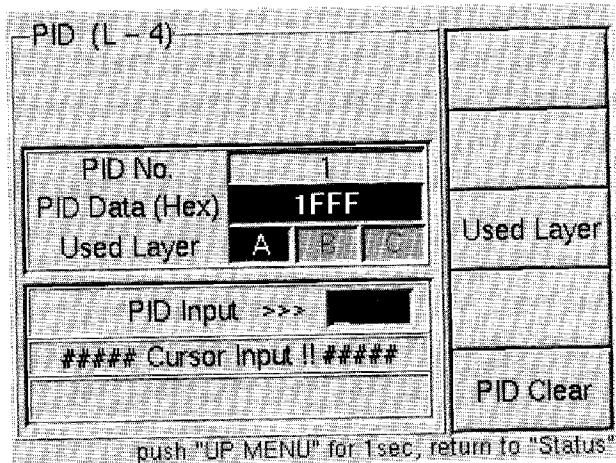

図5-8 PID入力および階層設定
- (2) PID\_Set (F1) で図5-8 の設定画面に入ります。
- (3) DATA ENTRY の ↑ ↓ キーを押すと 0~9、A~F を巡回しますので、一行ずつ設定します。→で桁を確定します。←文字キャンセルする場合は ← キーを押します。全ての桁をキャンセルするには、ALL CLEAR を押します。
- (4) 図5-8 のように「1FFF」と設定するには下記のように操作します。